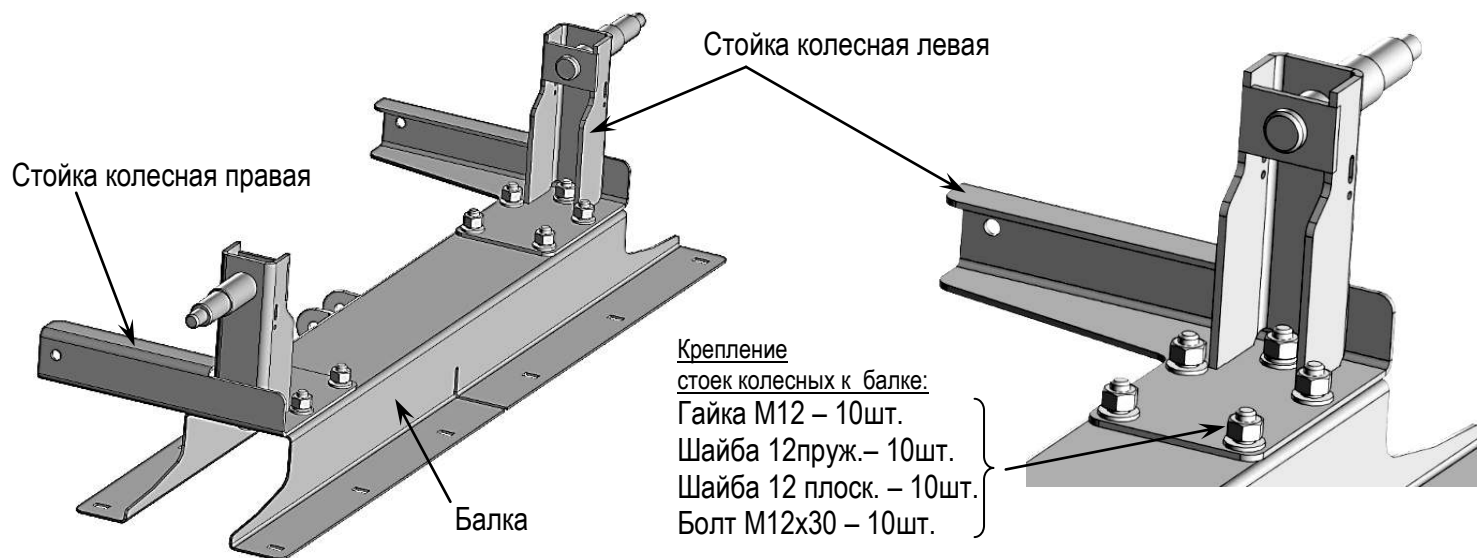

Рис.7 Схема сборки балки и стоек колесных.
3. Собрать балку со стойками колесными – Рис.7.